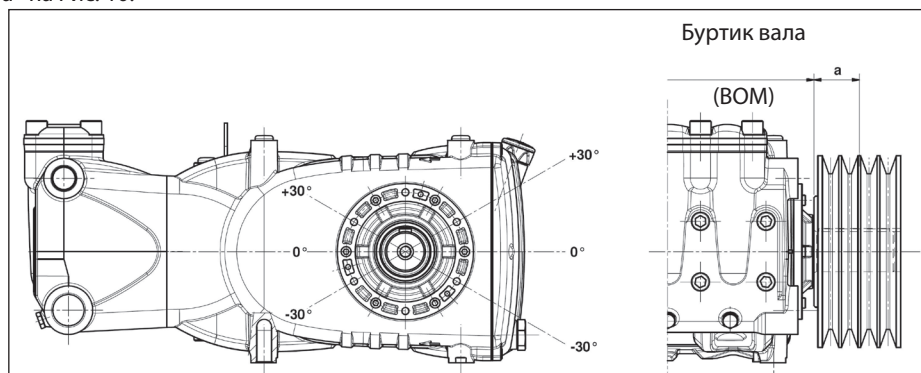

Рис. 10
Радиальная нагрузка на вал не должна превышать 7500 Н (значение, необходимое для определения плана компоновки). Передача считается соответствующей, если данная нагрузка прилагается на максимальном расстоянии **a=40 мм** от буртика вала (ВОМ), как указано на Рис. 10.
- б) Пользуйтесь ремнями с высоким КПД, например, **ХРВ** вместо **СПВ**, поскольку в этом случае потребуется меньшее количество ремней при одинаковой передаваемой мощности, что в свою очередь сократит расстояние между результирующей силой и буртиком вала (ВОМ) «а» на Рис. 10.